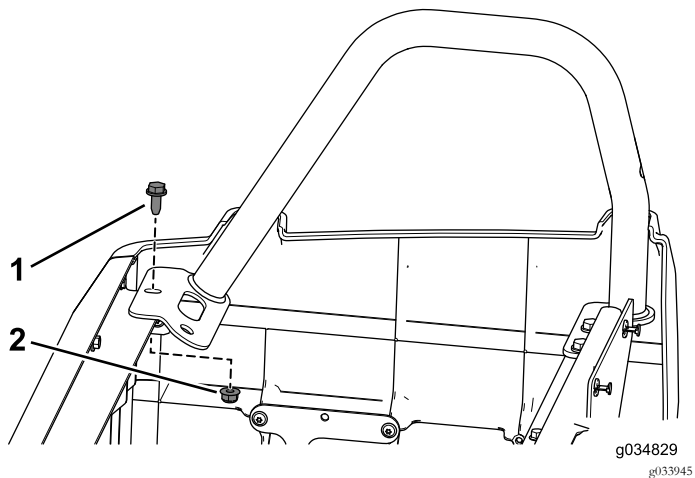

Figura 90
11. Utilice el perno con arandela prensada ($\frac{3}{16}$ " x $\frac{3}{4}$ ") y la tuerca con arandela prensada que retiró anteriormente para sujetar la barra de seguridad trasera derecha a la base del asiento (Figura 90).